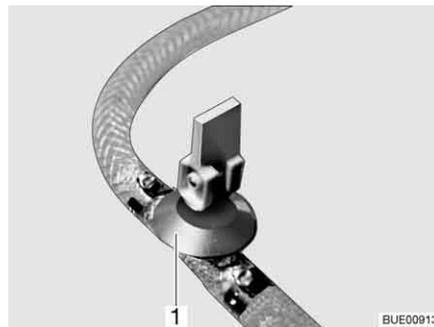

Fig. 202 Llave de desagüe
- Cerrar la(s) llave(s) de desagüe. Colocar para ello el balancín (Fig. 202,1) en posición horizontal.
- Abrir la(s) llave(s) de desagüe (Fig. 202). Colocar para ello el balancín (Fig. 202,1) en posición vertical. La caldera se vacía hacia fuera.